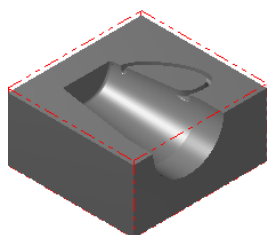

图 21.3 显示工件
Step4. 单击“机器群组属性”对话框中的 按钮，完成工件的设置。此时零件如图 21.3 所示，从图中可以观察到零件的边缘多了红色的双点画线，双点画线围成的图形即为工件。